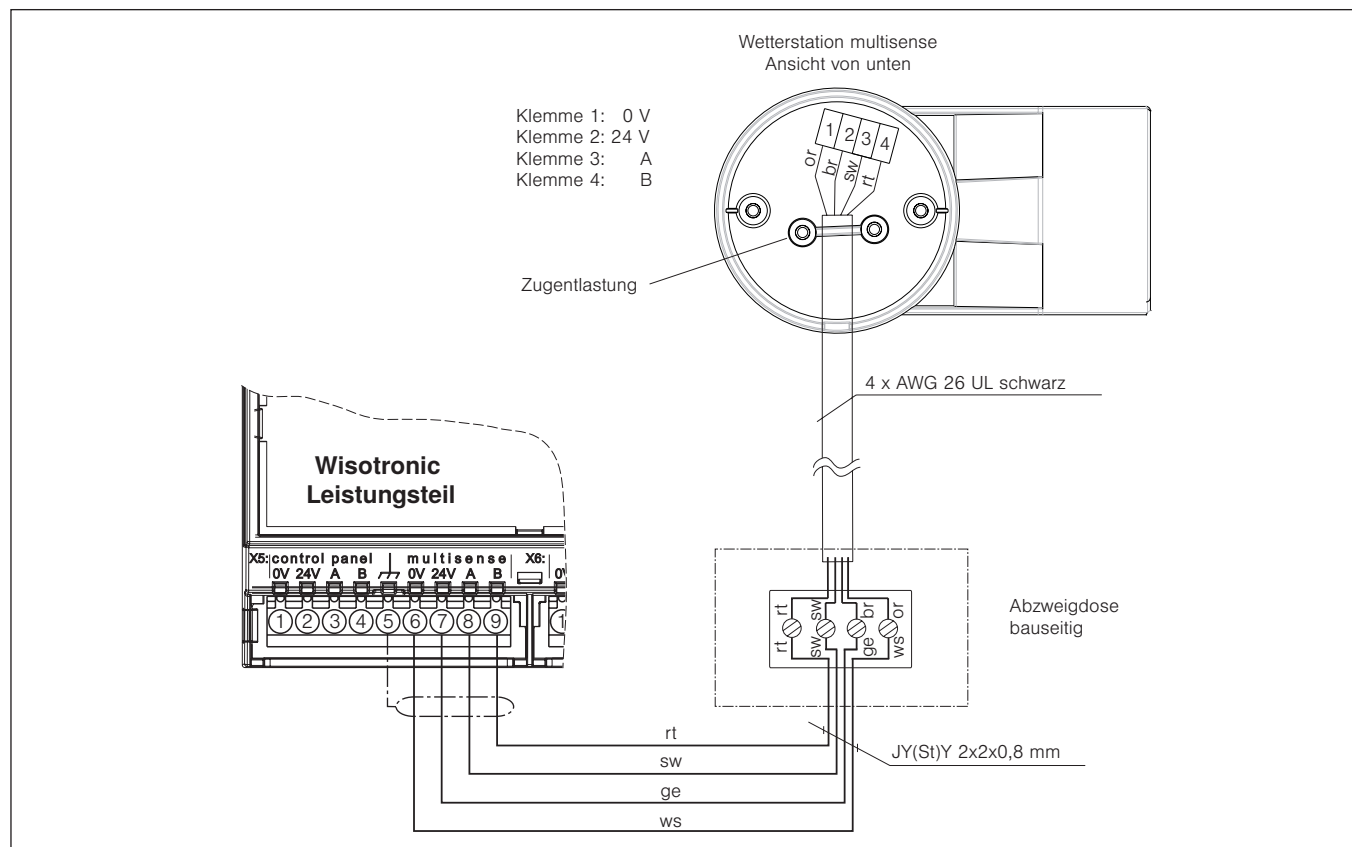

Abb. 26 Anschluss einer Wetterstation multisense
6.3.9 Wetterstation multisense	Abb. 26 auf Seite 46